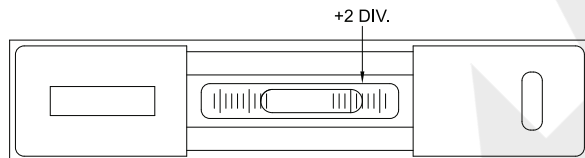

Abb. 1
2. Vor der Verwendung ist keine Nullstellung erforderlich. Schieben Sie die Wasserwaage auf die Oberfläche des zu messenden Werkstücks (legen Sie sie nicht auf). Lesen Sie den Wert anhand der Position der Libelle ab. Nehmen Sie beispielsweise die folgende Abb. 1: Der Wert '+2 DIV.' bedeutet, dass die rechte Seite höher ist (die Libelle bewegt sich zur höheren Seite). Bei einer Empfindlichkeit von 0,02 mm/m beträgt die Neigung 0.04 mm/m (= 0.00048 in/ft), der Neigungswinkel 0.002°. Bei einer Empfindlichkeit von 0.1 mm/m beträgt die Neigung 0.2 mm/m (= 0.0024 in/ft), der Neigungswinkel 0.0114°.